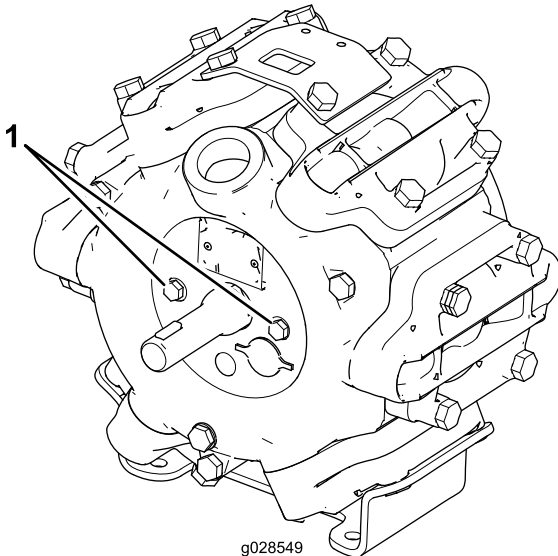

Bild 1
1. Entfernen Sie die zwei Schrauben an der linken und rechten Seite der Eingangswelle der Sprühfahrzeugpumpe (Bild 1).